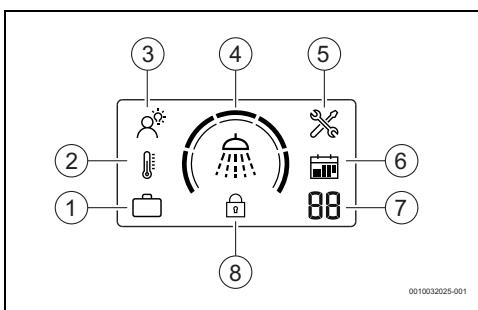

Fig. 5 Ansamblu controller cu afișaj
- Apăsați tasta până când regimul INTELIGENT apare pe afișaj (→ Fig. 5 [3]).
- Apăsați tasta până când regimul Manual apare pe afișaj (→ Fig. 5 [2]).
- Apăsați tasta până când regimul Vacanță apare pe afișaj (→ Fig. 5 [1]).
- Apăsați tasta pentru a seta numărul dorit de zile de vacanță (→ Fig. 5 [7]).
Această funcție blochează panoul de comandă (→ Fig. 5 [8]).